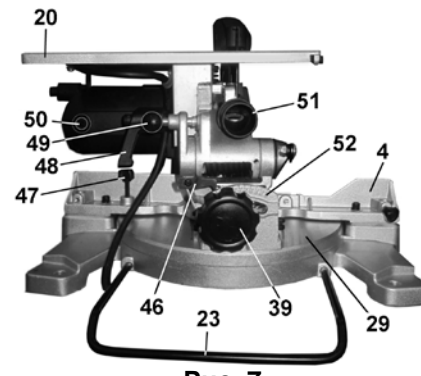

Рис. 7
- переведите пильный рабочий стол (20) в верхнее положение, положение рабочего стола (20) надежно зафиксируйте ручками (36 и 48);
- придерживая и слегка надавливая на ручку пилы (21), выдвиньте фиксатор (49), Рис.7;
- удерживая пилу за ручку (21), плавно, без рывков и ударов, переведите пилу в верхнее положение в режим торцово-усовочной пилы;
- снимите вставку пилы (13).